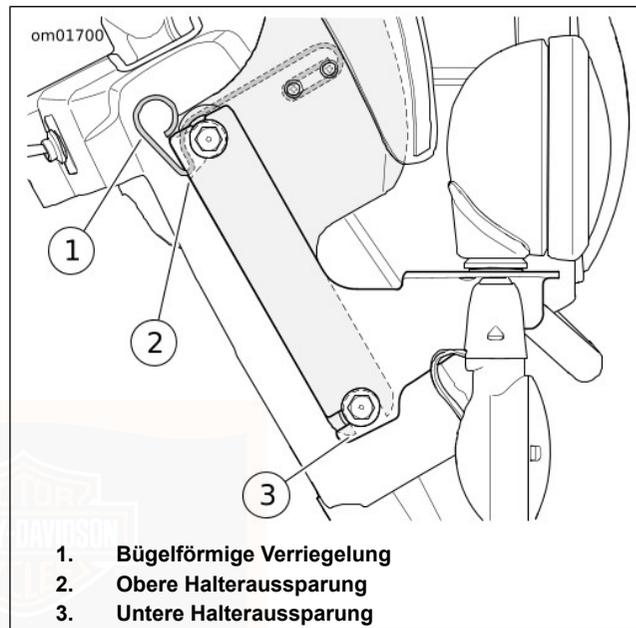

Abbildung 52. Windschutzscheibe: FLHR, FLHRC
1. Siehe Abbildung 52. Die bügel förmigen Verriegelungsfedern auf beiden Seiten der Windschutzscheibenhalterung anheben.
1. Siehe Abbildung 52. Den unteren Teil der Windschutzscheibenhalterung fest in die unteren Aufnahmeöffnungen einsetzen.